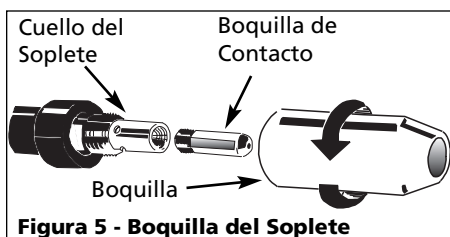

Figura 5 - Boquilla del Soplete
***Vea las instrucciones de ensamblaje en la Figura 5.**
- Para desconectar la boquilla, gírela en sentido contrario a las agujas del reloj. Después, desconecte la boquilla de contacto del extremo del soplete (Vea la Figura 5). Conecte la soldadora a un tomacorrientes adecuado.
- Cuidadosamente coloque el sistema de contacto y atorníllelo al extremo del soplete. Para instalar la boquilla, gírela en **el mismo sentido de las agujas del reloj** (Vea la Figura 5). Corte el alambre a aproximadamente 6,4 mm (1/4") de la boquilla.